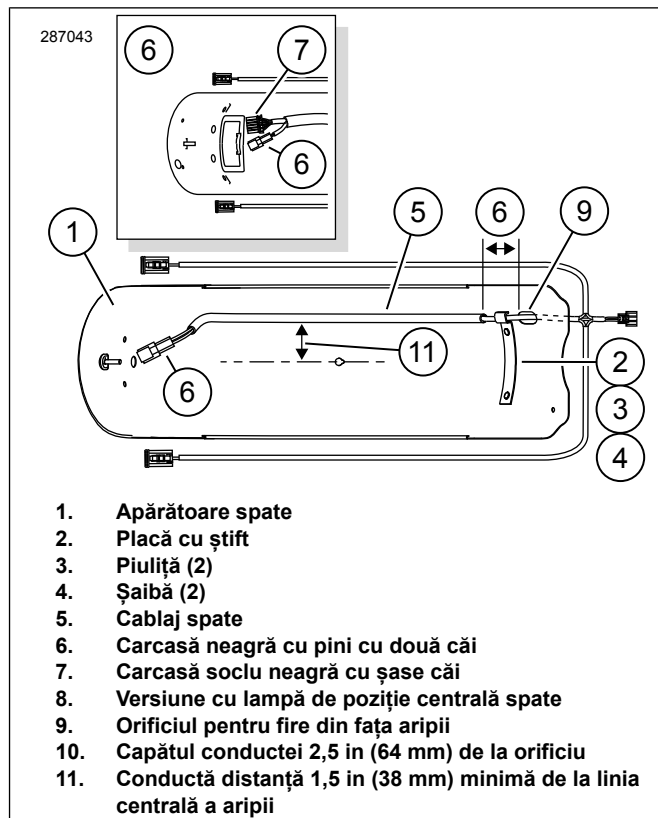

Figura 2. Montați cablajul aripă spate
1. A se vedea figura 2. Curățați partea inferioară a aripii (1) de-a lungul căii de montare a cablajului, așa cum se arată, cu un amestec de 50 la sută alcool izopropilic și 50 la sută apă distilată. Lăsați să se usuce complet. Nu utilizați solvenți sau substanțe chimice dure care deteriorează suprafețele vopsite.